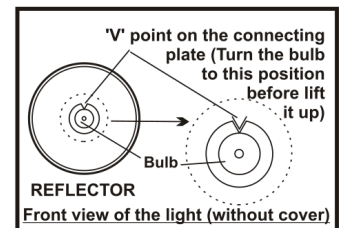

Fig.16
- Remplacez-la par une nouvelle ampoule Krypton. (Fig.16)